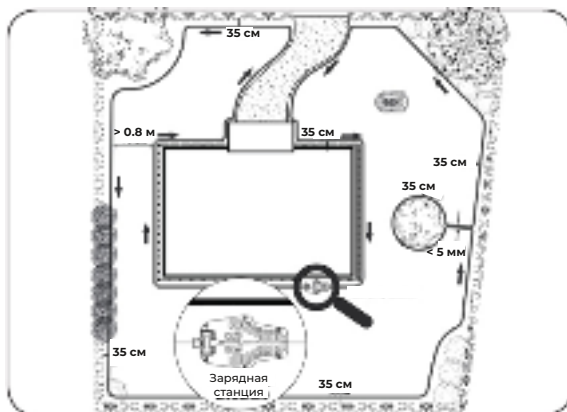

Рис. 1
5.1. Установка зарядной станции (рис. 1)